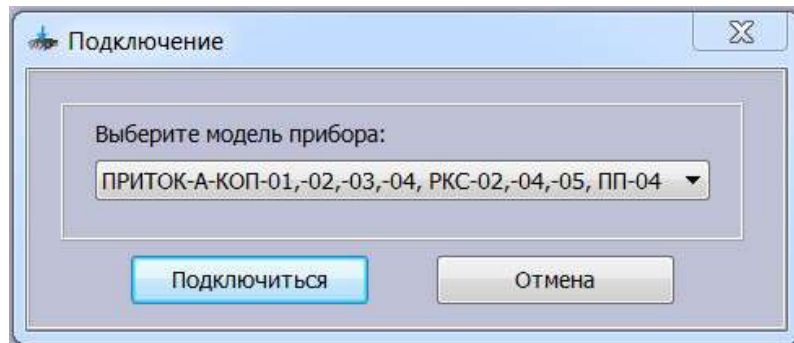

Рисунок 2.5 - Подключение к прибору
- В программе выбрать команду «Прибор» → «Обновить прошивку», в появившемся окне выбрать из списка «ПРИТОК-А-КОП-01, -02, -03, -04, РКС-02, -04, -05» и нажать «Подключиться» (см. рисунок 2.5).